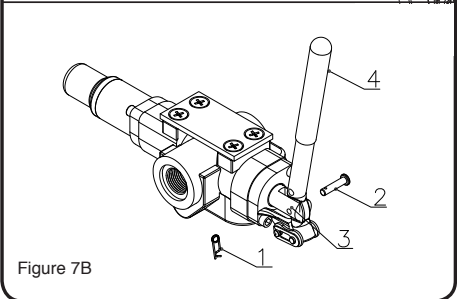

Figure 7B
1. Retirez la goupille fendue avec ressort (n°1) et la goupille de retenue (n°2), de la biellette de la soupape de controle (n°3). (Voir fig. 7B)